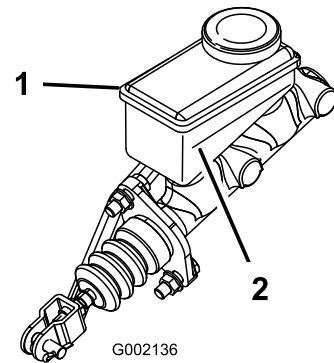

Figure 65
5. Observez le repère de niveau sur le côté du réservoir (Figure 65).
- B. Versez du liquide de frein DOT 3 dans le réservoir jusqu'à ce que le niveau dépasse le repère minimum (Figure 65).